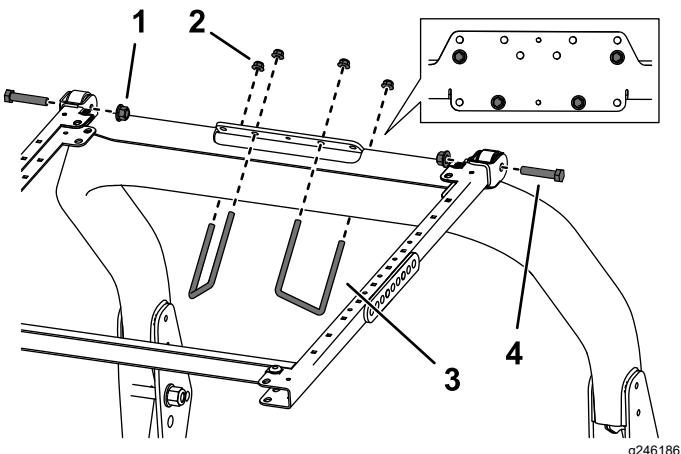

Рисунок 38
6. Установите монтажный кронштейн ROPS на верхнюю часть защитной дуги тягового блока (Рисунок 38). Убедитесь в том, что защитная
7. Используя монтажные отверстия, показанные на Рисунок 38, прикрепите каждый монтажный кронштейн ROPS к верхней части защитной дуги с помощью 2 U-образных болтов (3½ x 5 дюймов) и 4 фланцевых гаек.